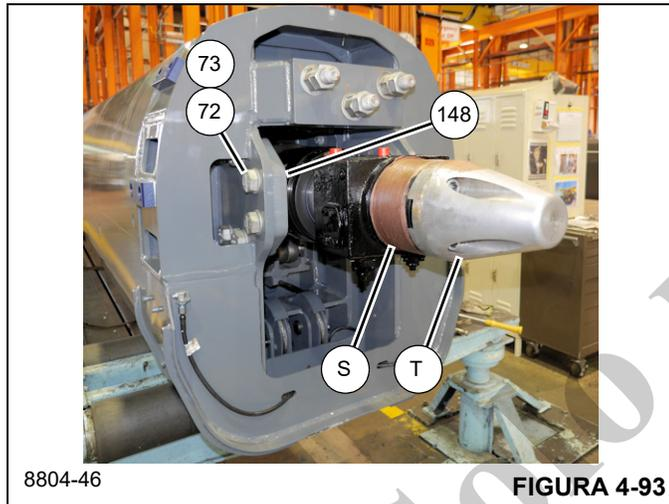

FIGURA 4-93
- 103. Fije el bloque de muñón (148) a la sección telescópica 1 (2) utilizando los seis pernos (73) y las arandelas planas endurecidas (72) (lados izquierdo y derecho) (vea la Figura 4-93).
- 104. Aplique pasta antiagarrotamiento a la superficie rectificada (S) en la parte trasera del cilindro telescópico (6) (vea la Figura 4-93).
- 105. Conecte la herramienta especial (n/p MT102678) (T) al extremo del cilindro telescópico (6) (vea la Figura 4-93).